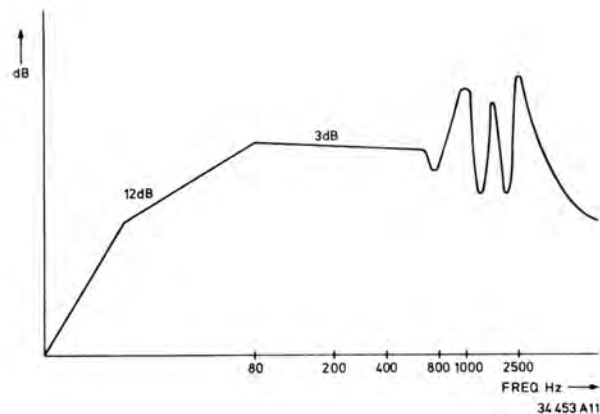

Fig. 1
- 3) Een onrustig gedrag vertoont vanaf $> 800\text{ Hz}$ ten gevolge van het opbreken van de conus (1000 Hz) en resonanties van de conus en het opneemelement (2800 Hz). Zie Fig. 1.